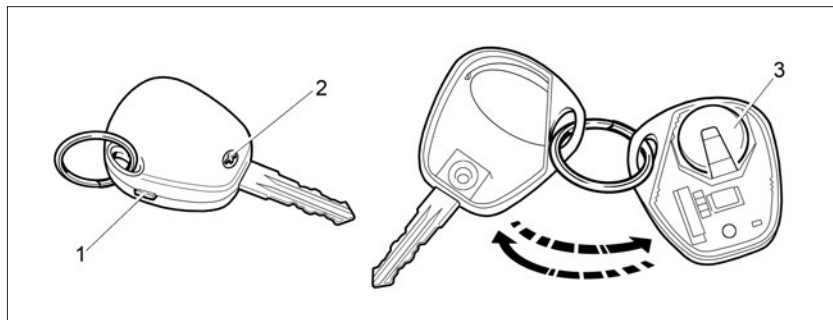

Рис. 85. Замена элемента питания пульта дистанционного управления
- выкрутите винт 2 (рис. 85) со стороны корпуса, противоположной кнопкам управления;
- открыть крышку 2 на пульте 1 (рис. 85а), сдвинув её;
Рис. 85а. Замена элемента питания пульта дистанционного управления